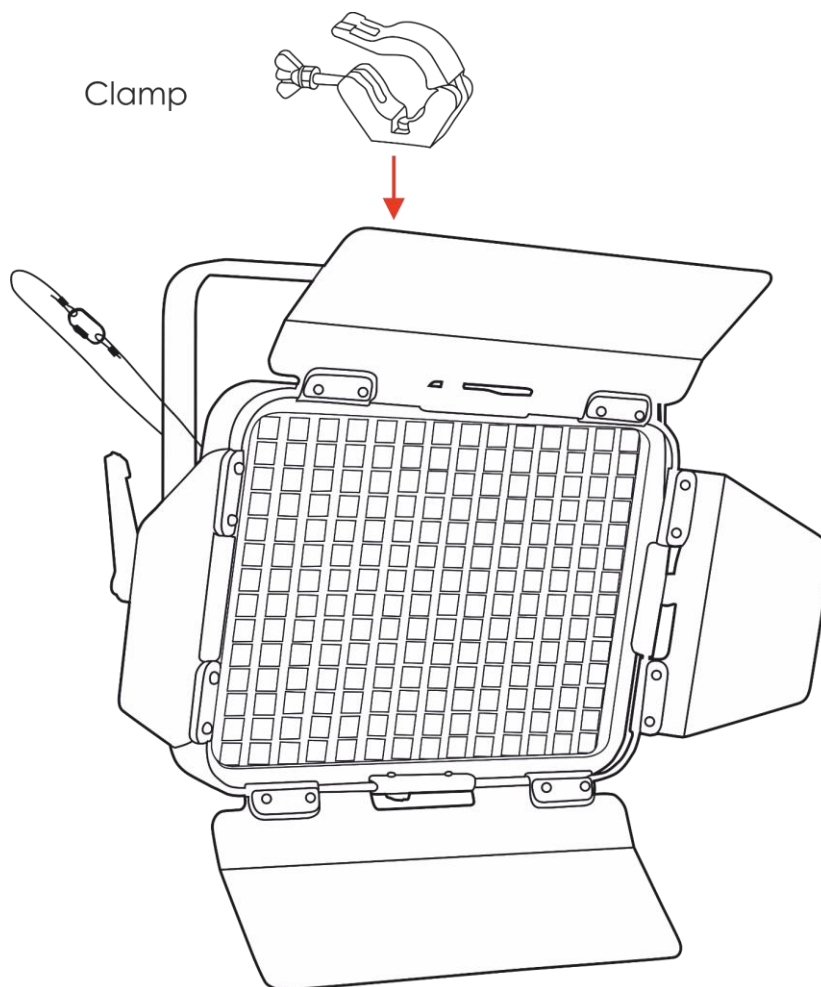

Fig. 06
- 02) Fissare il dispositivo con una sospensione secondaria, ad esempio un cavo di sicurezza. Accertarsi che la sospensione secondaria sia in grado di sostenere un peso di 10 volte superiore al peso del dispositivo stesso. Se possibile, la sospensione secondaria dovrebbe essere fissata a una struttura portante indipendente dalla sospensione primaria. Inserire il cavo di sicurezza attraverso il **supporto di montaggio (02)**, come indicato nella Fig. 06.
- 01) Ruotare la **vite di regolazione (01)** in senso anti-orario per rilasciarla.
- 02) Inclinare il dispositivo fino all'angolazione desiderata (cfr. Fig. 06).
- 03) Ruotare la **vite di regolazione (01)** in senso orario per serrarla. Accertarsi che il dispositivo non possa muoversi liberamente dopo aver serrato la **vite di regolazione (01)**.